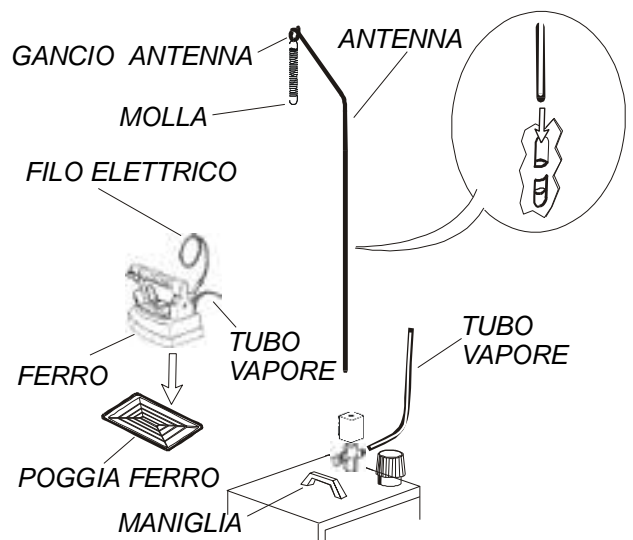

Fig. 1
2. Estrarre il SATURNINO dalla scatola e inserire l'antenna nell'apposita porta antenna situato sul retro dell'apparecchio (fig. 1), avendo l'avvertenza di inserirla bene fino in fondo.
3. Fissare la molla reggi filo al gancio dell'antenna evitando attorcigliamenti (fig. 1).
4. Posare il ferro sul poggia ferro in gomma in dotazione (fig. 1).
3. È prudente, durante lo stiro, riporre il ferro solamente sull'apposito poggia ferro in gomma (fig. 1).